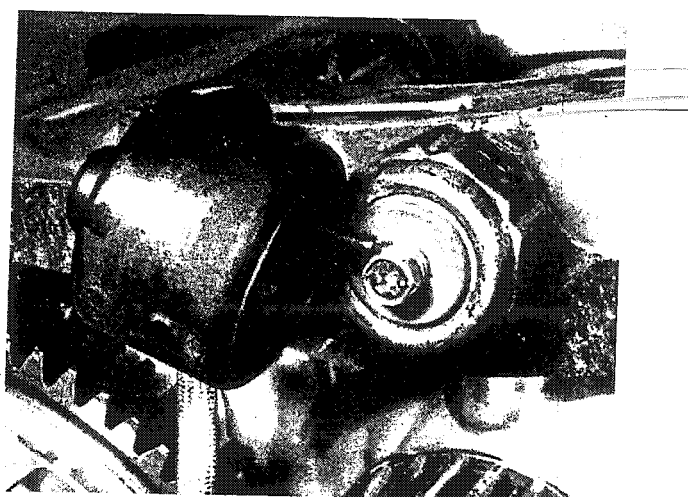

Bild 57
- Die Gummikappen vom Öldruckschalter und vom Schalter der Leerlaufanzeige abziehen. Die Kabel der beiden Schalter lösen und vom Motor abnehmen. Es empfiehlt sich, den Öldruckschalter bereits jetzt auszusrauben, da er vorsteht und leicht beschädigt werden kann (Bild 57).